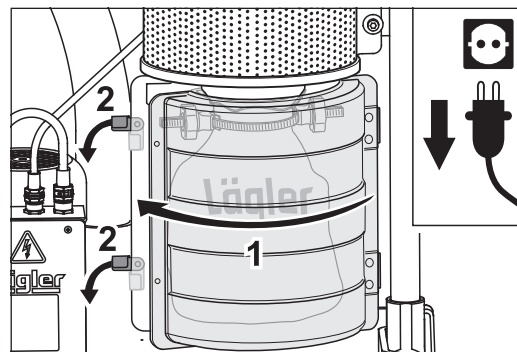

Abb. 12 Den Deckel am Staubbeutelbehälter zuklappen (1) und die beiden Verschlüsse nach unten drehen (2).
- 10** Klappen Sie den Deckel am Staubbeutelbehälter zu (Abb. 12, 1) und drehen Sie die beiden Verschlüsse wieder nach unten (Abb. 12, 2).